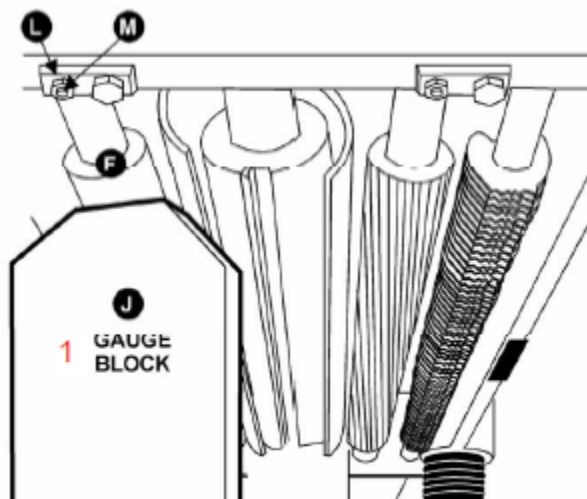

Рис. 27
4. Переместить калибр (рис. 27, J) под один конец отводящего ролика (рис. 27, F). Низ отводящего ролика должен касаться верха калибра. При необходимости в регулировке отводящего ролика ослабить гайку (рис. 27, L) и поворачивать винт (рис. 27, M) до тех пор, пока отводящий ролик не коснется калибра. Затем затянуть гайку (рис. 27, L).